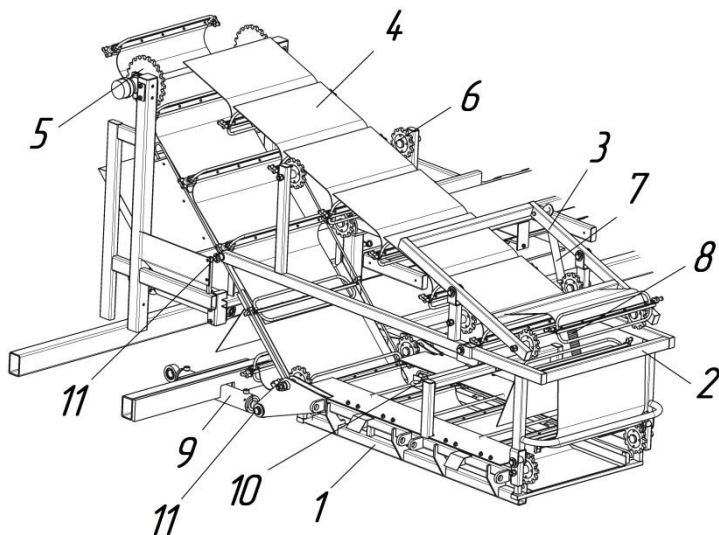
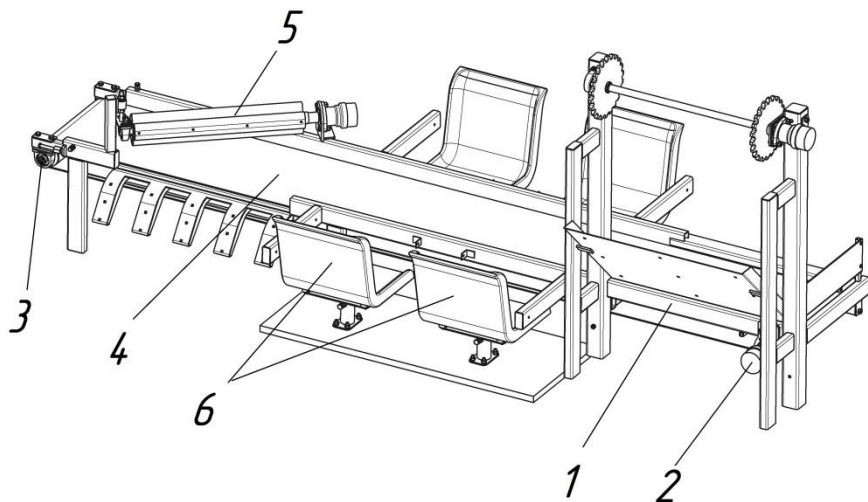
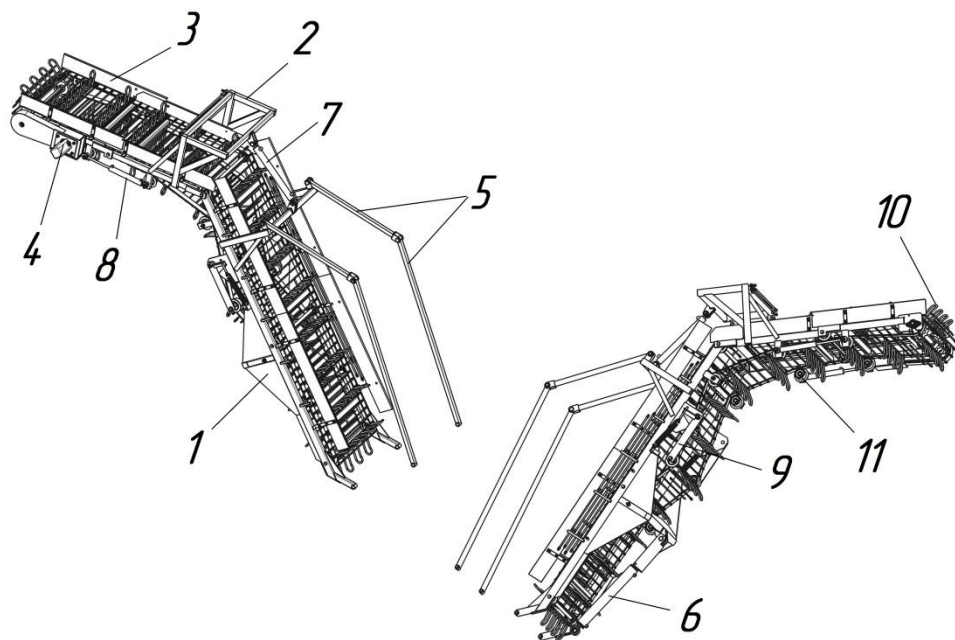

Рисунок 3 – Транспортер приемный
Рисунок 4 – Транспортёр продольный
Рисунок 5 – Транспортер выгрузной
3.4 Для доставки капусты от срезающего аппарата в кузов предусмотрена система из трех транспортеров: приемного (рисунок 3), продольного (рисунок 4) и выгрузного (рисунок 5).
**Транспортёр приемный** (рисунок 3) представляет собой поддон 1 и шарнирно закрепленные к нему рамка 2 и балка 3. Сам транспортер шарнирно крепится к раме комбайна (в точках 11). Лента транспортера 4 представляет собой закрепленные на цепи резиновые пластины. Привод транспортера осуществляется гидромотором 5. Натяжение транспортеры регулируется при помощи талрепа 7. Для перевода транспортера в транспортное положения используется гидроцилиндр 9. В транспортном положении транспортёр фиксируется тягами к раме комбайна.
**Транспортёр продольный** (рисунок 4) представляет собой сварную раму 1 по краям которой установлены приводной вал 2 и натяжной вал 3, между которыми натянуто полотно транспортёра 4. Для предотвращения образования затора при переходе капусты на транспортёр погрузочный используется отражатель 5. Отражатель регулируется по высоте для возможности свободного прохождения отходов. Транспортёр продольный является также и переборочным столом. На сиденьях стола 5 операторы перебирают движущуюся по транспортёру капусту.
**Транспортёр выгрузной** (рисунок 5) состоит из трех частей, соединенных шарнирно между собой. Для регулировки положения частей транспортёра установлены цилиндры. Нижний цилиндр 6 кроме того служит опорой всего транспортёра. В случае поломки цилиндра 6 предусмотрены страховочные тяги 5, которые кроме этого еще и придают некоторую жесткость конструкции. Перемещение капусты по транспортёру осуществляется по элеватору 10, который представляет собой набор прутков, закрепленных на ремнях. Привод транспортёра осуществляется от гидромотора 4 через цепную передачу. Натяжник 9 регулирует натяжение ремней транспортёра.
Для регулировки положения аппарата срезающего относительно поверхности земли предусмотрен талреп 10 (см. рисунок 3).